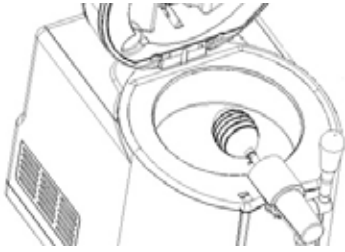

Fig. 12
17. Pour rincer le robinet de tirage, vous pouvez aussi raccorder la boule de rinçage directement sur la conduite de bière sur le robinet. Là encore, pompez l'eau par le robinet ouvert (Fig. 12).